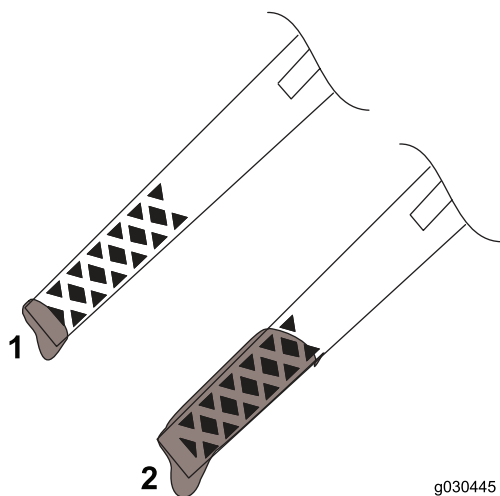

Bild 14
- Füllen Sie Öl nach, wenn der Ölstand unter der Auffüllmarke am Peilstab steht. Bild 14 Siehe Wechseln des Motoröls \(Seite 13\).
- Wenn der Ölstand über der maximalen Füllstandsmarkierung (FULL) liegt (Bild 14), lassen Sie so viel Öl ab, bis der Füllstand am Peilstab die Full-Markierung erreicht; siehe Wechseln des Motoröls \(Seite 13\).